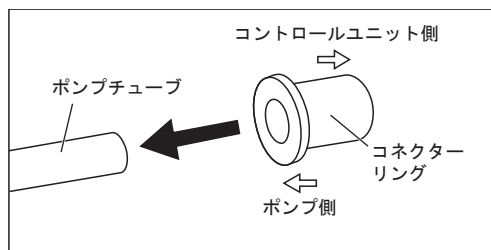

図42
- 6) 新しいポンプ(別売品)のチューブに、コネクターリングを取り付けてください。その際、リングの向きに注意してください。(図 42)